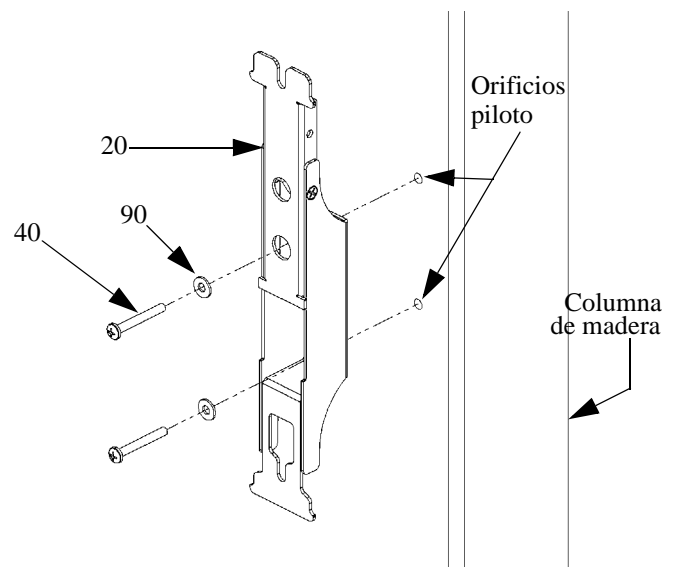

Figura 7. Instale el soporte de pared para bocina en columna de madera
2. Utilizando un soporte de pared (20) para bocina como plantilla, nivele la unidad y marque la ubicación de los dos orificios de montaje.
3. Taladre dos orificios piloto para anclar el soporte de pared. Si se taladra en columnas de madera, utilice una broca de 3 mm (1/8 pulg.) (véase la figura 7).
4. Utilizando dos tornillos para madera nº 10 (40) y dos arandelas nº 10 (90), instale el soporte de pared en la pared.
5. Repita el procedimiento para instalar el segundo soporte de pared (20) para bocina.